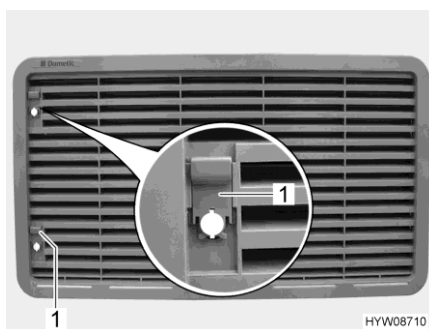

Bild 141 Kylskåpets ventilationsgaller
- Skjut upp spjället (Bild 141,1).